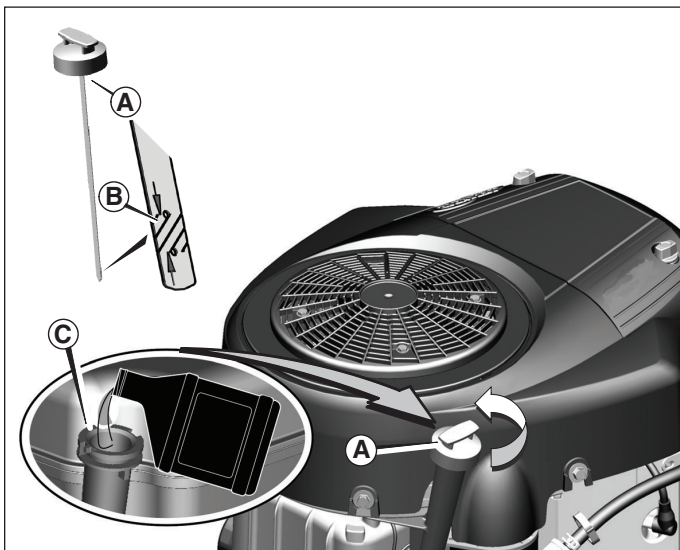

Figura 2
1. Retire la varilla de aceite (A, Figura 2) y límpiela con un paño limpio.
3. Retire la varilla y revise el nivel de aceite. Debería estar en la marca FULL (Lleno) (B) en la varilla de aceite.
4. Si está bajo, agregue aceite lentamente en el orificio de llenado de aceite del motor (C). **No lo llene en exceso.** Después de agregar aceite, espere un minuto y vuelva a revisar el nivel del aceite.